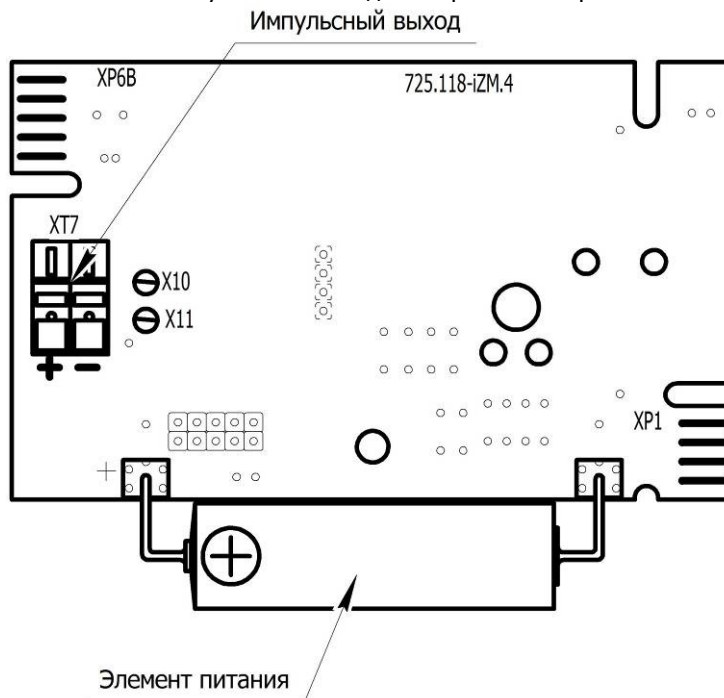

рис. 4.2
4.5 Расположение и полярность клеммы импульсного выхода изображены на рис. 4.2